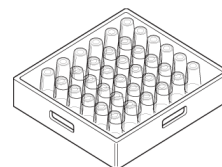

Abb. 35
- 4- Die Tassen und Gläser müssen nach unten gerichtet sein. (Abb. 35)